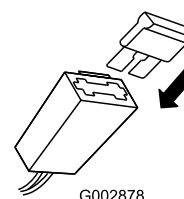

Figure 27
2. Remplacez le fusible dans le porte-fusible (Figure 27).